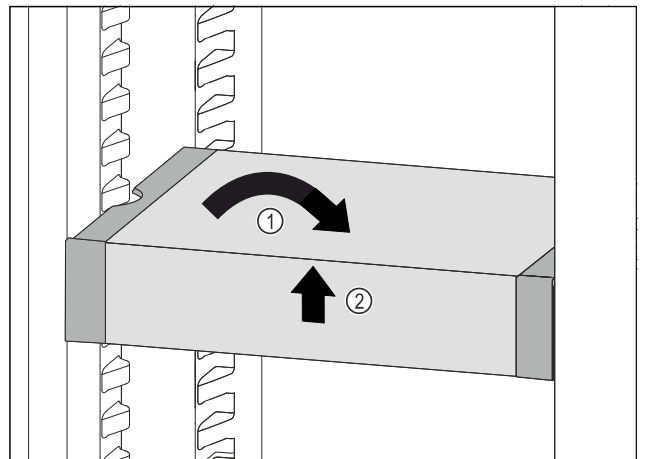

Fig. 64
- ▶ Вирівняти VarioSafe. Fig. 64 (1)
- ▶ Підняти VarioSafe спереду. Fig. 64 (2)